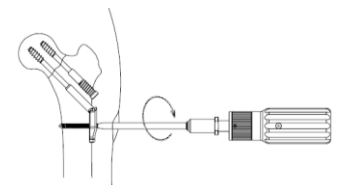

図 2-4-4
- 4) トルクリミッターハンドル 4.0N・m に T25 パワーピンドライバを接続し、TLS5.0 ロッキングスクリューを挿入します。プレートとスクリューをロッキングさせるため、ハンドルが空転するまで回転させます。(図 2-4-4)